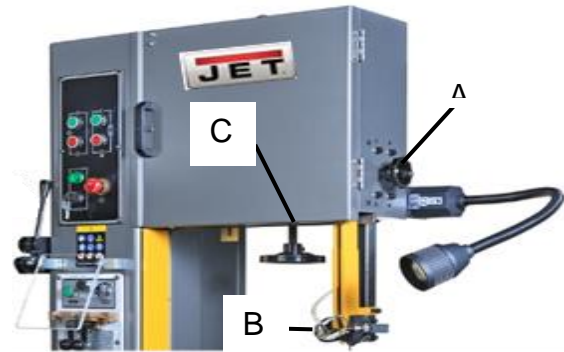

Рис. 6
1. Поднимите верхнюю направляющую пильного полотна, ослабив ручку фиксации (А, Рис. 6) и установив рукоятку (В, Рис. 6) в крайнее верхнее положение.
3. Чтобы увеличить натяжение полотна, поворачивайте маховик (С, Рис. 6) по часовой стрелке. Чтобы ослабить натяжение полотна, поворачивайте маховик против часовой стрелки.